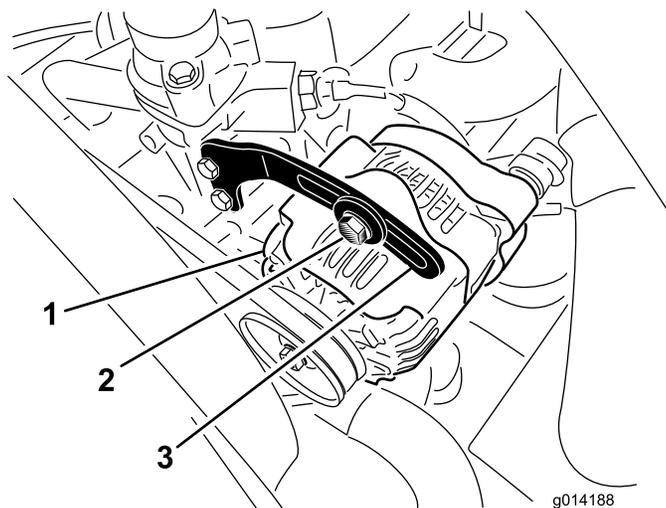

Figura 37
2. Controllate la tensione della cinghia dell'alternatore premendola (Figura 37) al centro tra le pulegge dell'alternatore e dell'albero a gomito con una forza di 10 kg.
3. Allentate il bullone che fissa il supporto all'alternatore (Figura 37) e il bullone di rotazione dell'alternatore.